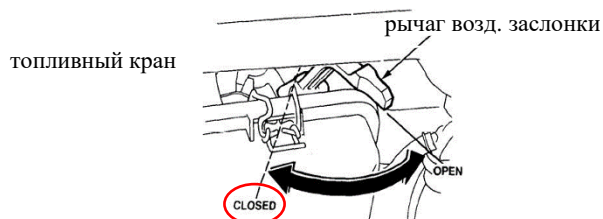

Рис. 5.2
3. Поверните рычаг воздушной заслонки в положение "CLOSED/ЗАКРЫТО" (рис. 5.2).